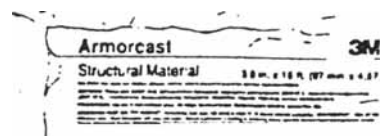

Рис. 3.1
3.4. Надевают резиновые перчатки и по отметкам вскрывают фольгированный пакет (рис. 3.1). **Внимание:** Не заливайте воду в пакет с Армокаст! Достаньте рулон из пакета и намотайте его поверх ленты Темфлекс (88Т).